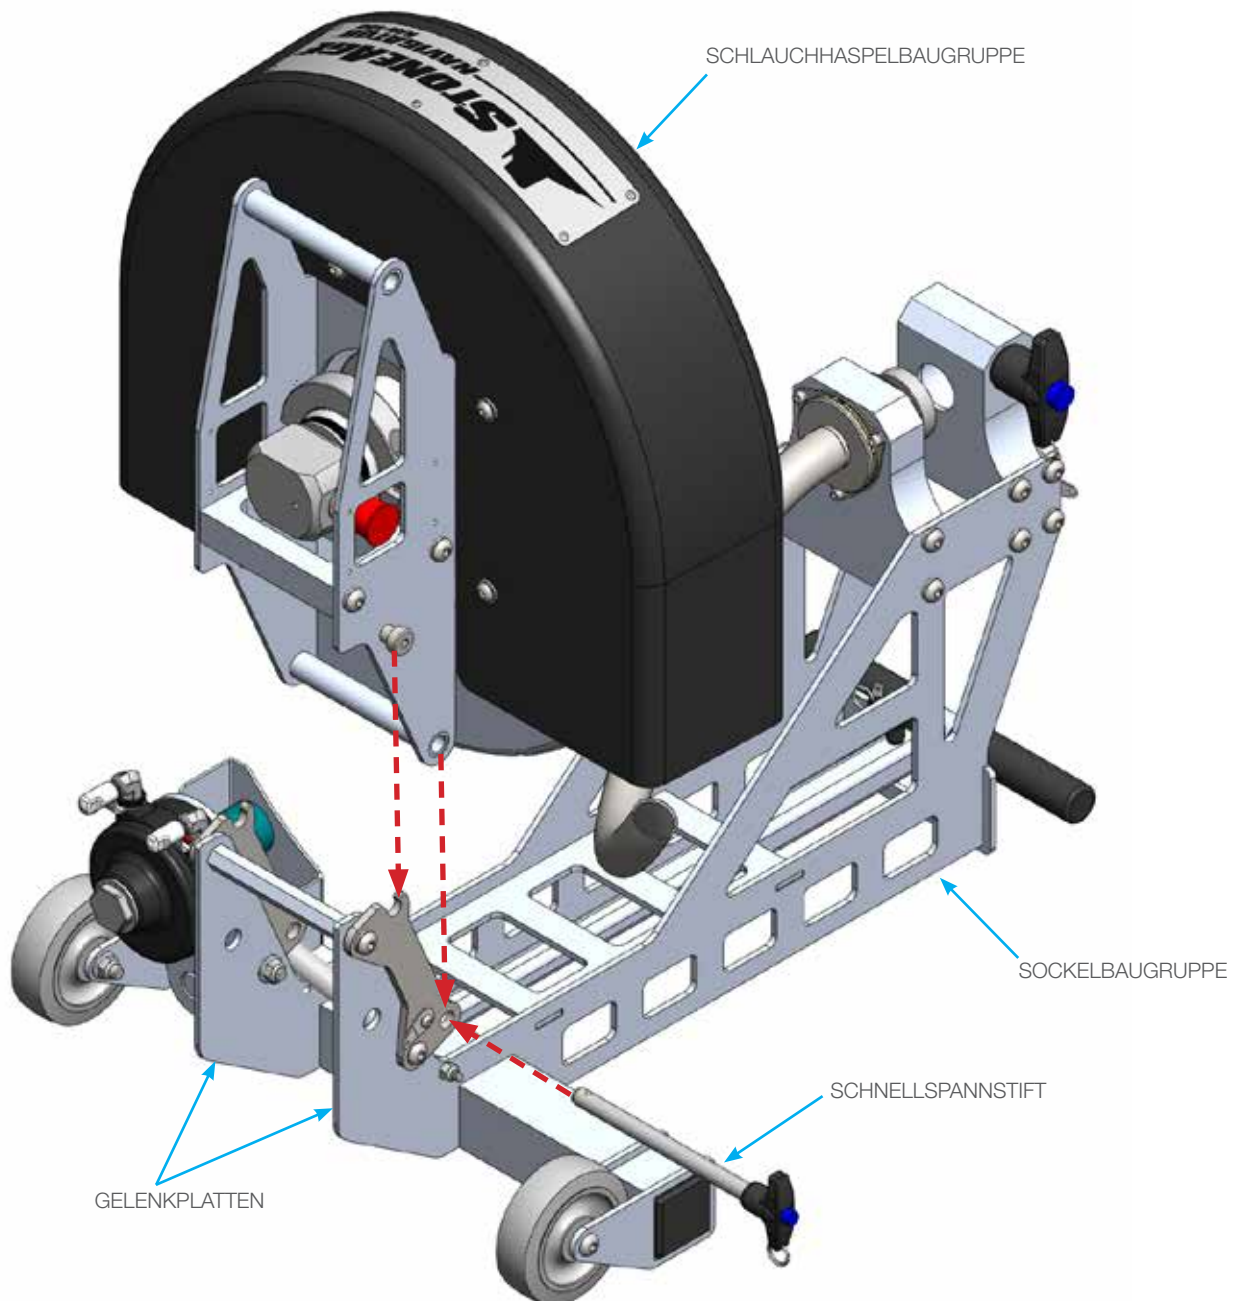

ABBILDUNG 1
1. Entfernen Sie den Schnellspannstift von der Sockelbaugruppe. Montieren Sie die Schlauchhaspelbaugruppe an der Sockelbaugruppe, indem Sie die Ansatzschrauben in die Nuten an den Gelenkplatten stecken und die Schnellspannstifte durch die Bohrungen in die Gelenkplatten stecken. **(Abbildung 1)**
1. Schließen Sie das weibliche Schlauchanschlussstück an das Schlauchanschlussrohr an und wickeln Sie den Schlauch in Richtung des Pfeils in der Haspel auf. **(Abbildung 1)**
1. Ziehen Sie an den Camlock-Kupplungsringen und schieben Sie den Camlock-Flansch auf das Außengewinde-Anschlussstück des ABX-PRO PRODRIVE. Drücken Sie die Camlock-Kupplungshebel wieder zurück, um sie zu verriegeln. **(Abbildung 1)** Ziehen Sie an der Panzerschlauchbaugruppe, um sicherzustellen, dass sie richtig befestigt ist. Führen Sie den Rest des Schlauchs durch die Panzerschlauchbaugruppe. Achten Sie darauf, dass ausreichend Schlauch vorhanden ist, der durch eine Rohrflanschhalterung vorgeschoben werden kann.
1. Bringen Sie die Viertelplattenflanschhalterung mit den Schrauben auf dem Rohrflansch an, die aus der Flanschverbindung entfernt wurden. Die zwischen dem Rohrflansch und der Viertelplattenflanschhalterung dargestellten Muttern dienen der Drainage. Andere Distanzscheibenoptionen sind ebenfalls möglich. **(Abbildung 1)**
1. Befestigen Sie das Gurtende an der Gurthalterungsstange und wickeln Sie den Gurt um das Rohr in Richtung Windenbaugruppe. **(Abbildung 1)**